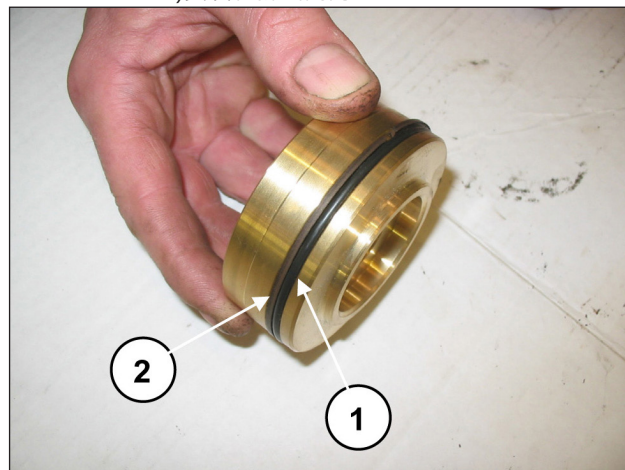

图 127
把O形环(分解图位置17·① - 图 127)和密封环(分解图位置21·② - 图 127)安装在排出阀的塞盖上。